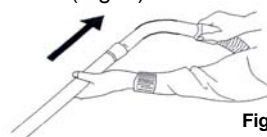

Fig. 2
2. Inserte el tubo de extensión superior dentro del mango curvo/extensión de la manguera. El tubo de extensión superior es el que tiene el soporte para los accesorios. Luego inserte el tubo de extensión inferior dentro del tubo de extensión superior. (Fig. 2)